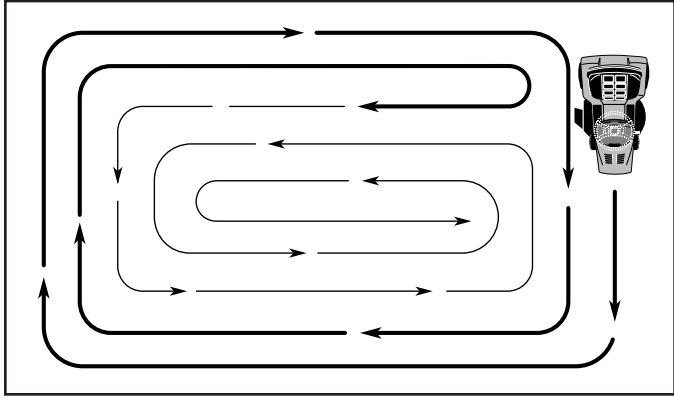

Fig. 14
- Al segar las áreas grandes, empiece girando a la derecha una o dos vueltas, siga en la dirección opuesta, haciendo virajes a la izquierda, hasta que termine (Vea Fig. 14).